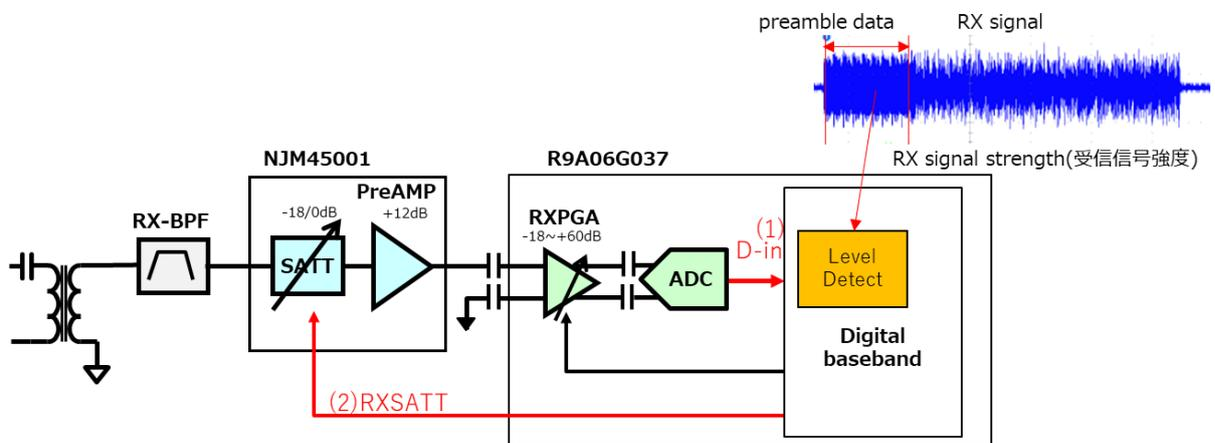
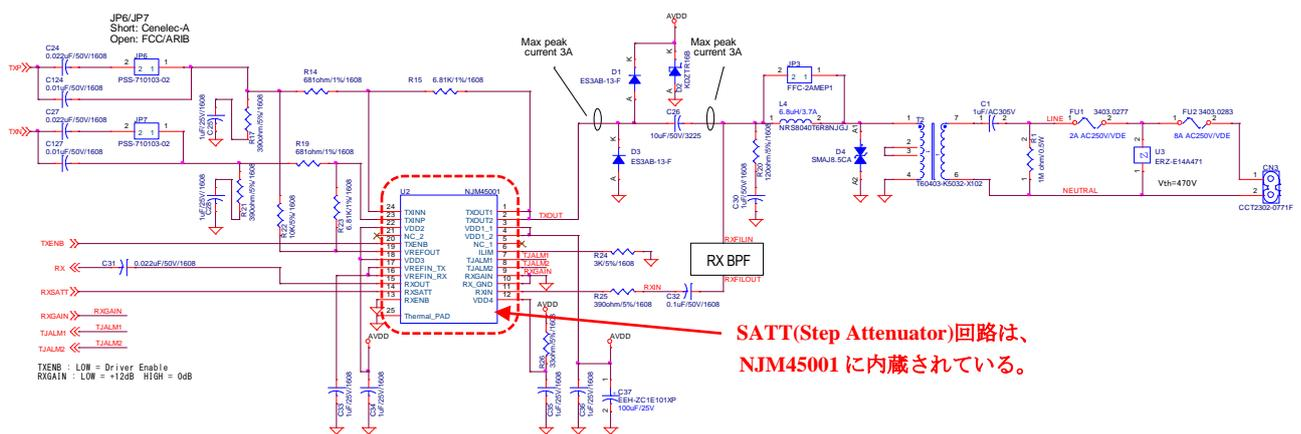

Figure 3-9 Step Attenuator (SATT)の制御方法
Figure 3-10 Step Attenuator (SATT)の回路例
- SATTの制御方法について、Figure 3-9に示します。
- (1) 受信 preamble データを使用して、デジタルベースバンド部のレベル検出機能で ADC 出力の信号強度が受信回路で飽和する信号レベルを超えているか否かを判定します。
- (2) 受信回路で飽和する信号レベルを超えていた場合に、RXSATT信号を0から1に切替えて、SATTの利得を0dBから-18dBに切り替えることで受信信号を減衰させます。
- PLCボードに搭載されるSATT回路例をFigure 3-10に示します。